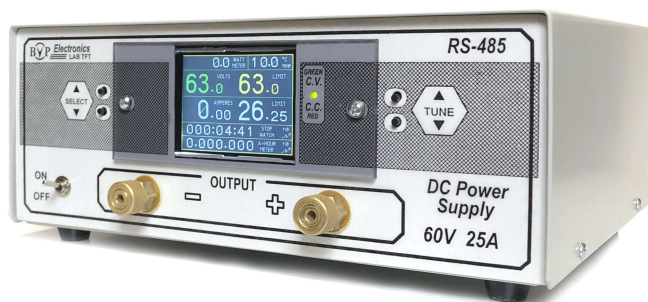

Рис. 1. Импульсный источник питания постоянного тока BVP TFT 60V 25A
- 1.1 Источник питания BVP TFT 60V 25A (рис. 1) - это импульсный преобразователь сетевого напряжения 220 В 50 Гц в постоянное выходное регулируемое напряжение до 60 В, с максимальным регулируемым током до 25 А.